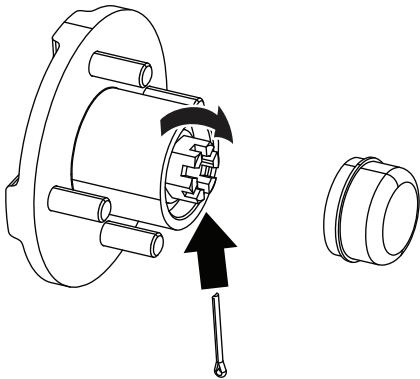

Figura 39
8. Coloque el retenedor de la tuerca y compruebe la alineación de la ranura del retenedor y el orificio de la claveta de la mangueta (Figura 39).